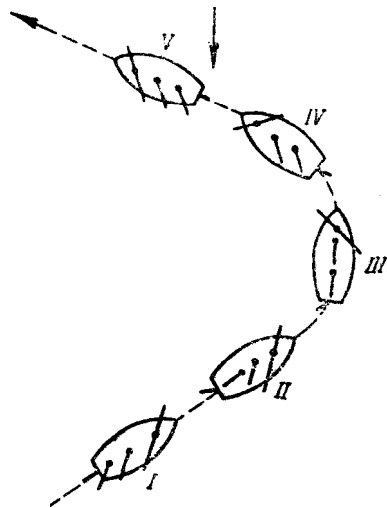

Рис. 82. Поворот оверштаг.
Предположим, что трехмачтовая баркентина идет курсом бейдевинд левого галса и необходимо сделать поворот оверштаг (рис. 82, I).
Вторая часть команды репетуется командиром бизань-мачты и по ней стягиваются гика-шкоты бизани (рис. 82, II).
*Фок на вантах!* (рис. 82, III).
Как только перенесут гика-топенанты грота и бизани, чтобы судно быстрее уваливалось под ветер, сразу же растравливают их гика-шкоты3 (рис. 82, IV).
Указанные команды репетуются командиром фок-мачты, и по ним работающие на соответствующих снастях отдают фока-булинь, левый фока-галс и правый фока-шкот. Когда это будет исполнено, травят правые и выбирают левые брасы (рис. 82, V).